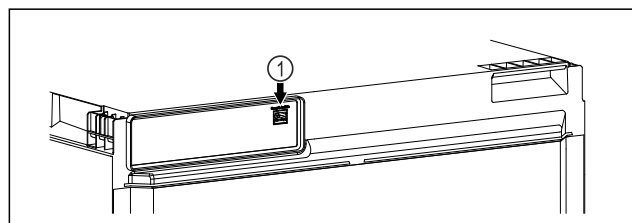

Fig. 17
- SmartModule Fig. 17 (1) is geplaatst.